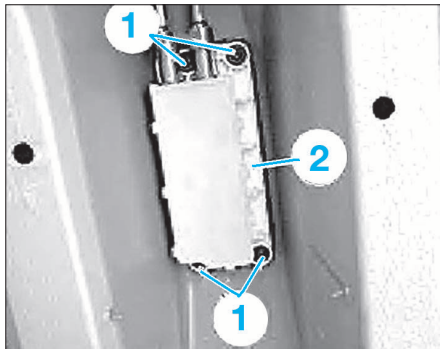

FIG. 10
- les vis (1) (Fig.10) du boîtier du levier de commande (2).